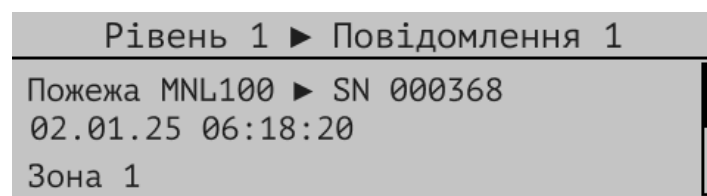
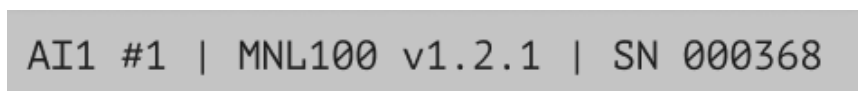

Рисунок 8.4.1 – Приклад вікна повідомлення режиму пожежної тривоги
Рисунок 8.4.2 – Приклад вікна додаткової інформації щодо місця пожежної тривоги
8.4.2 Повідомлення цього режиму мають найвищий пріоритет для відображення на дисплеї. На Рис. 8.4.1 показане вікно з повідомленням після переходу ППКП в режим пожежної тривоги.
На Рис. 8.4.2 показане вікно з додатковою інформацією щодо місця виникнення пожежі. Таке вікно з'являється, якщо вибрати рядок з повідомленням про пожежу, аналогічний тому, який показаний на Рис. 8.4.1, та натиснути кнопку . У вікні (Рис. 8.4.2) вказується: